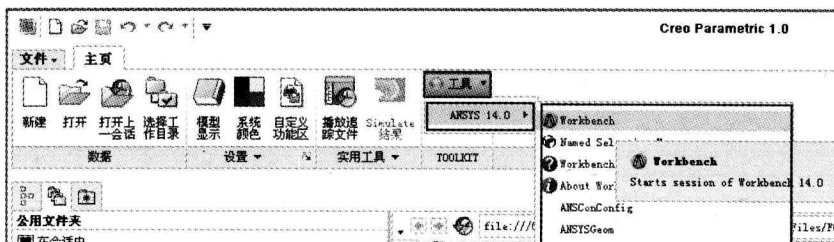

图 1-6 ANSYS14.0 集成到 Pro/E (Creo) 中
Step5: 启动 Creo Parametric 软件, 此时会在工具栏中出现一个“工具”按钮, 依次单击会出现如图 1-6 所示的命令。